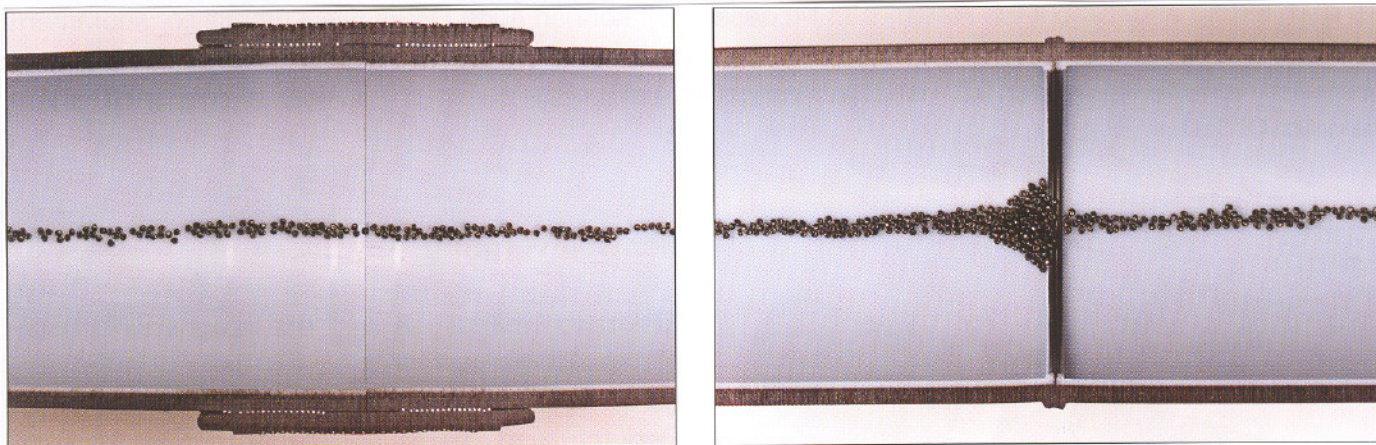

Рис. 6: Сравнение методов электромуфтовой сварки (слева) и стыковой сварки (справа)
- Отсутствие грата на внутренней стороне трубы (см. рис.6);